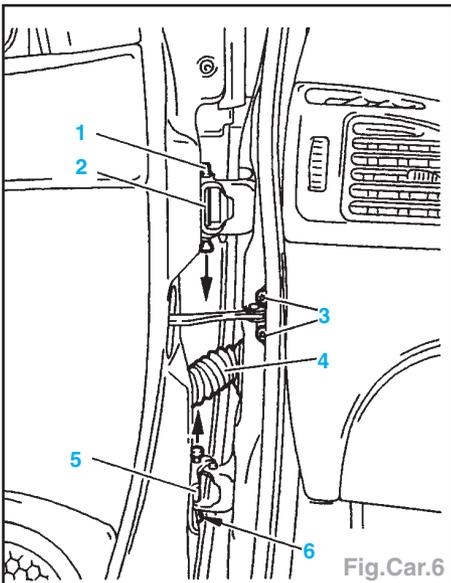

Fig.Car.6
Déposer les vis (3) (Fig.Car.6).